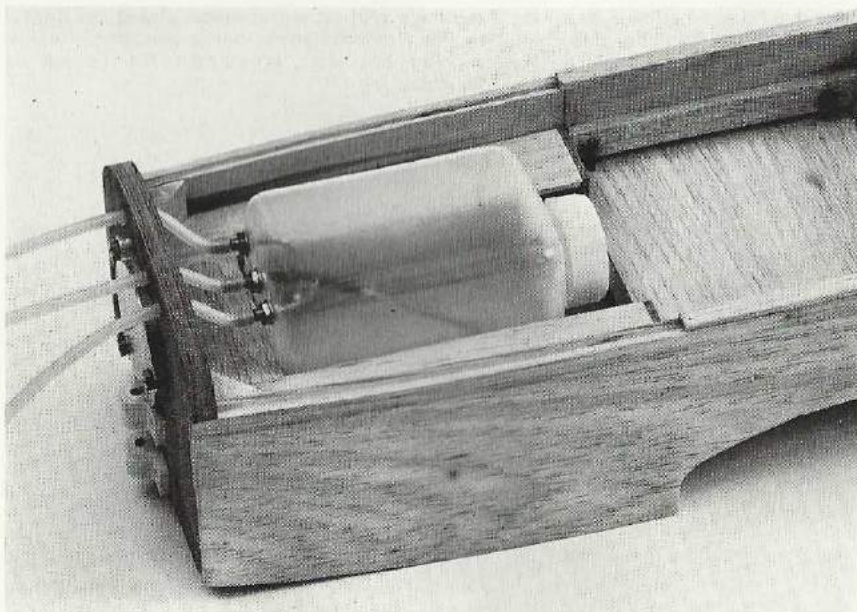

Abb. 13 Diese Abbildung zeigt, wie der Kraftstofftank später im Rumpf sitzt und wie die Kraftstoffleitungen verlaufen.
- 6 **Den Tank**, Best.-Nr. 136, von ca. 500 ml Fassungsvermögen zum Einbau vorbereiten. Die Anordnung der Nippel geht aus der Darstellung auf dem Plan hervor. Die beiden Röhren für die Einfüllung und die Entlüftung sind auf Länge zu schneiden, abzuwinkeln und sorgfältig in die Schraubnippel einzulöten. Beim Biegen der Röhren diese nicht zusammendrücken. Die Enden der Röhren schräg schneiden. Röhren und Schraubnippel liegen im Baukasten. Die Klappe (61) öffnen und den Tank so einschieben wie in Abbildung 13 dargestellt. Zum Durchfädeln der entsprechend lang bemessenen Kraftstoffschläuche durch die Bohrungen im Motorspant, diese auf Stahldraht aufschieben, dann Draht mit Schläuchen durchstecken.